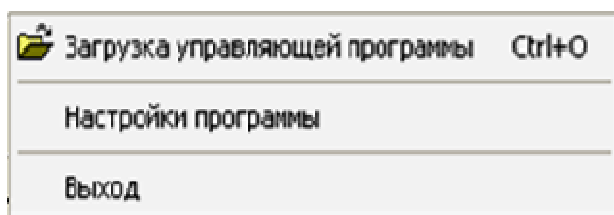

Рис. 1 Меню «Файлы»
Сформированная и записанная в текстовый файл управляющая программа загружается через меню «Файлы → Загрузка управляющей программы» (рис. 1).
6. Следуя по ссылке «Файлы → Загрузка управляющей программы» (рис. 1), открыть соответствующий файл с программой. При этом окно в верхней части экрана (*TRL*) должно окраситься в зелёный цвет, а кнопка  становится доступной.